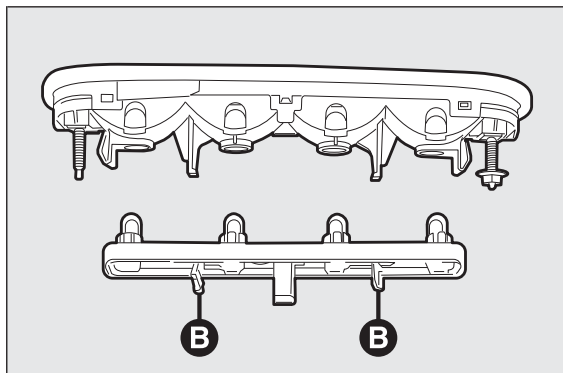

fig. 205
- ☐ press in the tabs B fig. 205 and remove the bulb holder;